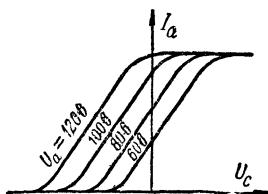

Рис. 32. Семейство сеточных характеристик, каждая из которых соответствует анодному напряжению  $U_a$  определенной величины.
**Л.** — Конечно, нет. Если, например, анодное напряжение будет выше, то анод будет притягивать электроны сильнее и, следовательно, для одного и того же напряжения на сетке анодный ток будет выше. Впрочем, можно начертить характеристики для каждого анодного напряжения, и таким образом мы получим целое «семейство» характеристик (рис. 32).